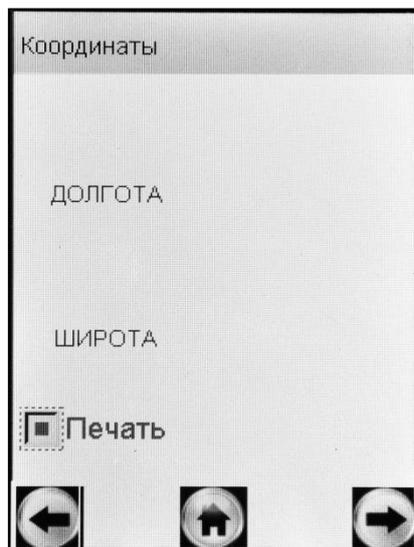

Рисунок 12 – Меню системы позиционирования
На сенсорном экране появится окно «Координаты» (рисунок 12). Пока координаты местоположения не будут установлены, поля «Широта» и «Долгота» будут незаполненными.
2.6.6 Для активации функции автоматического внесения координат местоположения в протокол измерения, коснитесь стилусом квадратика «Печать» (рисунок 12). При этом в распечатанный протокол измерения добавляются данные с координатами места проведения измерения.